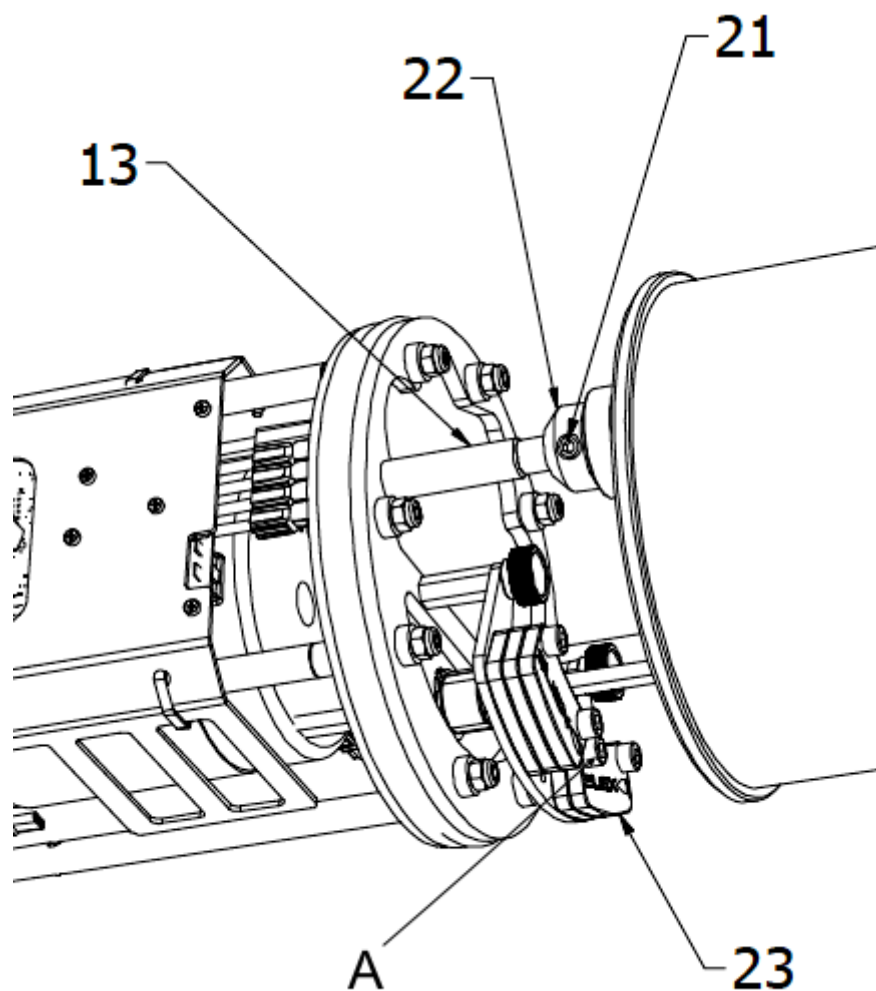

Fig.8b - Inserimento della zavorra
- Svitare le viti A (si veda Fig. 8b)